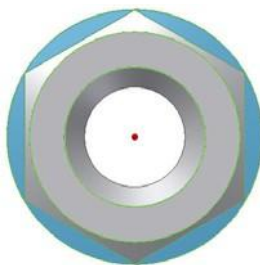

Рисунок 5.6 – Выдавливание области
- Затем выберите команду **Выдавливание** и вычтите полученную область, выбрав в поле **Ограничение** опцию **Все** (рис. 5.6).